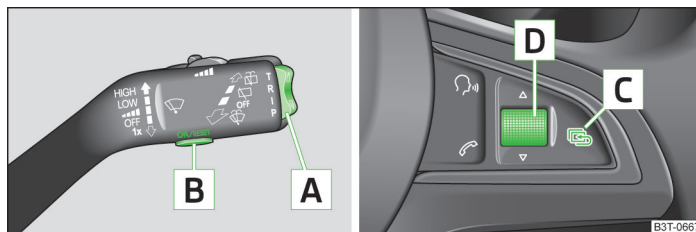

Fig. 12 Écran d'informations : Organes de commande sur la manette des essuie-glaces/organes de commande sur le volant multifonction
- Appuyer de façon prolongée sur la touche à bascule **A** » fig. 12 pour faire afficher le **MENU PRINCIPAL**.
- Appuyer de façon prolongée sur la touche **C** » fig. 12 pour faire afficher le **MENU PRINCIPAL**.